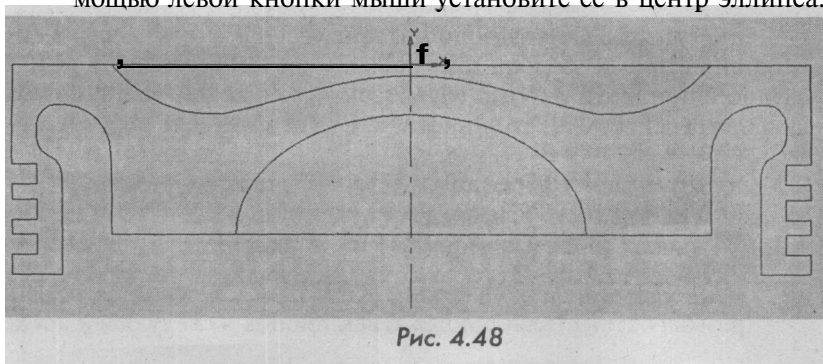

Рис. 4.48
7. Воспользуйтесь комбинацией клавиш **Ctrl+A**, затем в строке меню нажмите **Операция** > **Симметрия** и установите курсор в центр координат, а вторую точку оси симметрии - в центр эллипса. Левая половина головки поршня построена. Нажмите кнопку **Скругление**, на панели **Геометрические построения**, в окне **rad** введите значение радиуса $b0$ и выполните скругление центральной части головки поршня. Нажмите кнопку **Ш (Показать все)** (рис. 4.48).